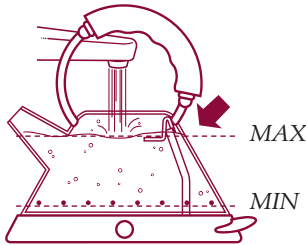

Fig. 6
- Max. nivå på 1,5 liter ska inte överskridas (gränsen markeras av nivåvisaren inuti vattenkokaren (fig. 6). Om max. nivå överskrids kan detta orsaka att kokande vatten rinner över från pipen och således medföra brännskador.